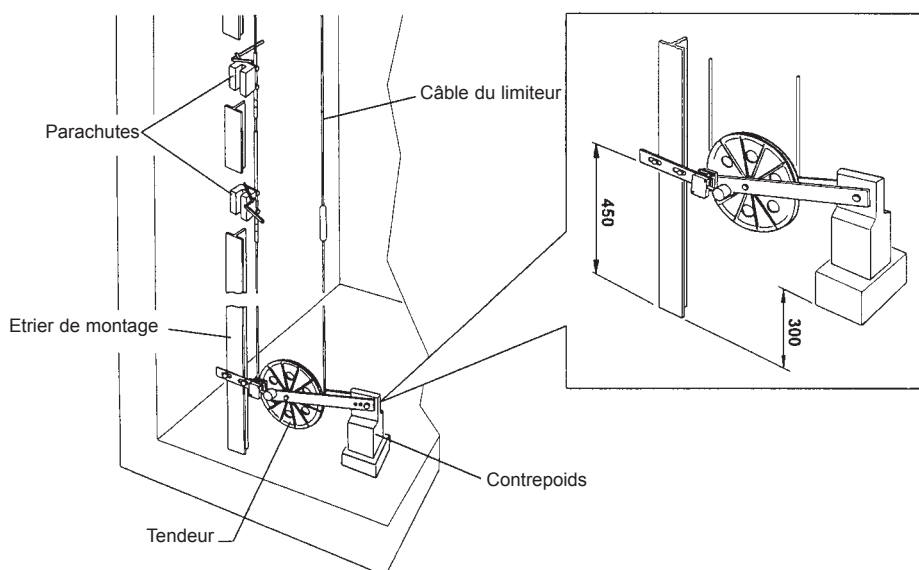

Fig. 11
Si le montage a été correctement effectué, le contrepoids devrait prendre une position légèrement dans l'angle vers le haut (300 mm environ, Fig. 11).
- Das Spanngewicht darf auf keinen Fall Bodenkontakt haben (Abb. 11); anderenfalls, wird der Geschwindigkeitsbegrenzer außer Betrieb gesetzt.